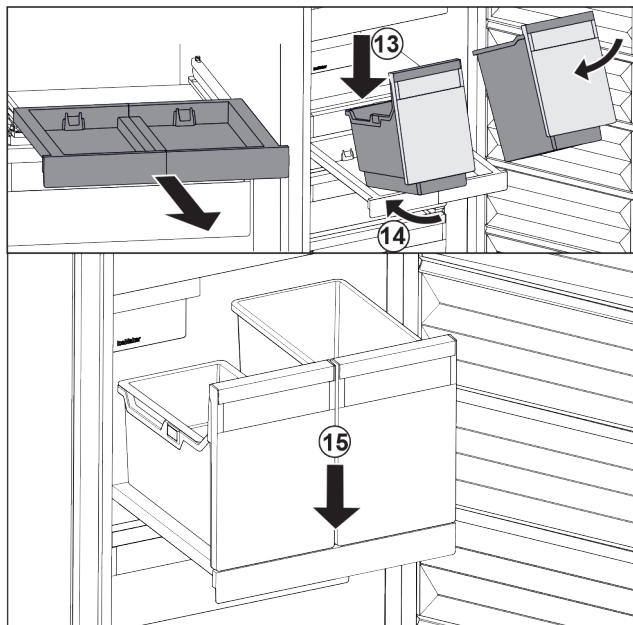

Fig. 106
- Placer les bacs sur le compartiment coulissant en les inclinant. Fig. 106 (13)
- Pousser les bacs jusqu'au fond en les inclinant. Fig. 106 (14)
- Déposer les bacs par l'avant. Fig. 106 (15)